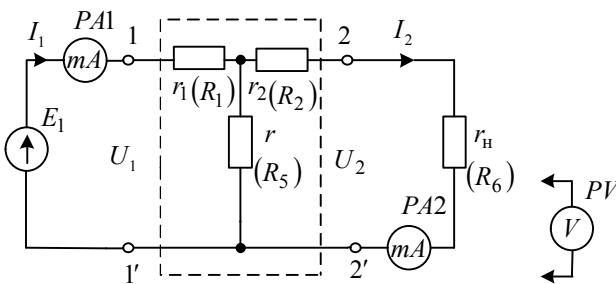

Рис. 6. Схема для измерения параметров четырехполюсника
3.1. Собрать схему рис. 6 и произвести измерения параметров четырехполюсника I_1 , I_2 , U_2 при его работе на нагрузку r_n .